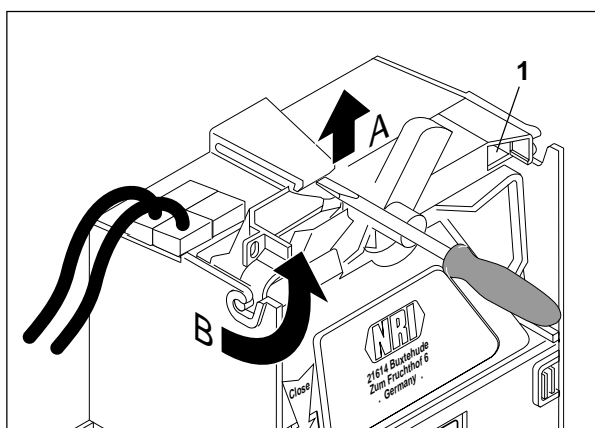

Abb. 8: Münzprüfer herausnehmen
- Münzprüfer herausnehmen (Abb. 8)
Schließen Sie das Einstellmodul hierzu an die Buchse (1) rechts oben an der Vorderseite des Geldwechslers an (Abb. 8).